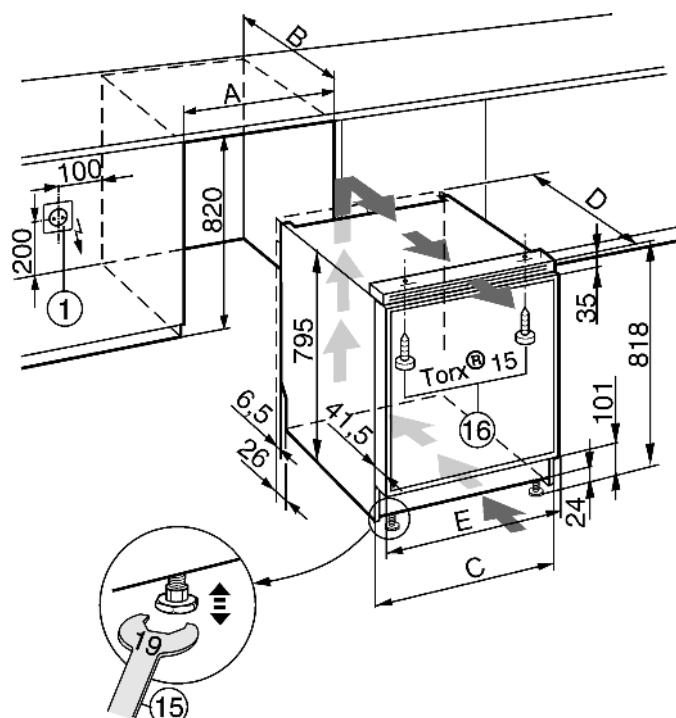

Fig. 12
- La prise de courant Fig. 12 (1) doit être placée à côté de l'appareil et être facilement accessible.
- Aligner l'appareil en réglant les pieds réglables avec la clé à fourche Fig. 12 (15) fournie.
- Fixer l'appareil au-dessus du plan de travail ou de l'élément de cuisine en utilisant les vis *Fig. 12 (16)* fournies.